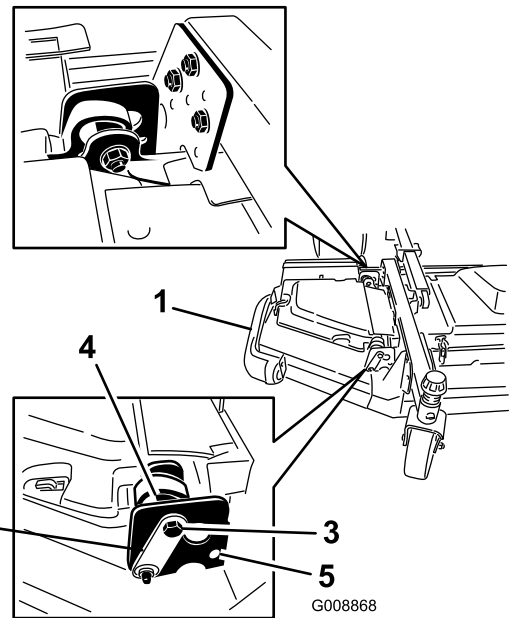

図 7
- ・ 後ろ側の（トラクションユニットに近い方の）偏心スペーサを回して、外側のブレードの先端の高さが希望する刈高よりも 3mm 高くなるように調整する（図 7）。
- ・ 偏心スペーサ（2枚）をウイングレットに固定しているボルトとナットをゆるめる（図 7）。